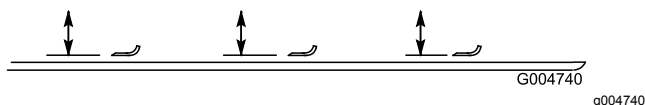

Figura 125
2. Ruotate la lama fino a quando le estremità non sono rivolte in avanti e indietro e misurate la distanza tra l'interno del piatto di taglio e il tagliente sulla parte anteriore della lama (Figura 125).